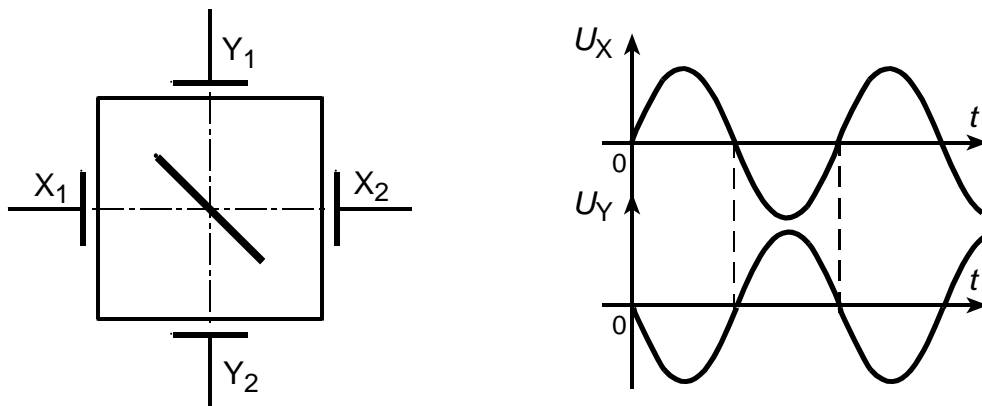

Рис. 3.4. Изображение на экране ЭЛТ при подаче на ОП противофазных сигналов
5. Если на обе пары ОП подать противофазные напряжения, то на экране электронный луч сформирует линию, проходящую через центр экрана по углом минус 45° (рис. 3.4).